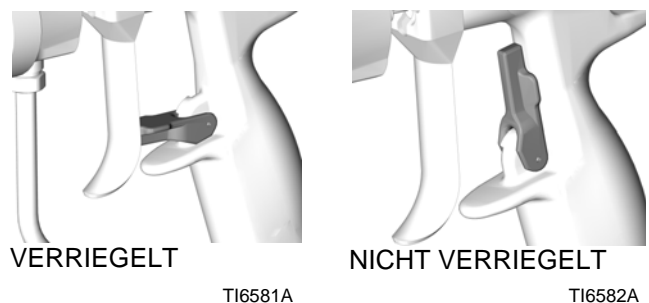

ABB. 12
1. Die Abzugssperre verriegeln. Siehe ABB. 12.
4. Die Abzugssperre entriegeln. Siehe ABB. 12.
7. Die Abzugssperre verriegeln. Siehe ABB. 12.